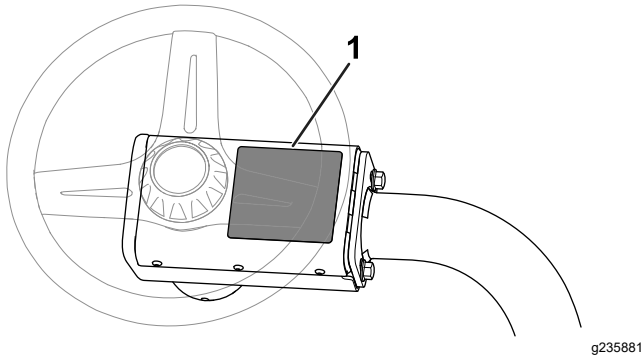

Figura 13
- Aplicai eticheta de avertizare CE (nr. piesă 136-8505) peste autocolantul de avertizare existent (nr. piesă 136-8506;) consultați Figura 13.